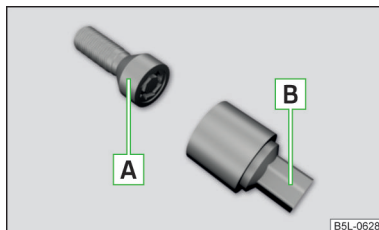

Fig. 120
Los tornillos de rueda antirrobo protegen las ruedas de un robo. Ellos se pueden aflojar y/o apretar solamente con ayuda del adaptador [B] » fig. 120.
- Colocar el adaptador [B] » fig. 120 con el lado dentado hasta el tope en el dentado interno en la cabeza de los tornillos de rueda antirrobo [A].